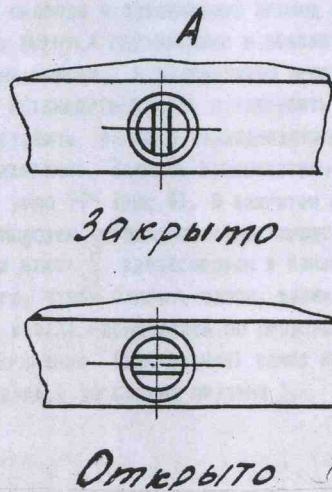

Рис. 4 Конструкция замка
4.1. Конструкция светильника состоит из следующих основных частей: основания 1 и панели 2. Панель крепится к основанию с помощью двух винтов. Панель одновременно является отражателем. Рассеиватель 3 из органического стекла окантован в рамку из уголка. Рассеиватель удерживается на основании с помощью двух петель 6 и двух замков 7. Замок состоит из следующих основных частей (рис.4): штифта 1, валика 2, пружины 3, скобы 4, прива-
6.1. Открыть рассеиватель, для чего отверткой повернуть валик 2 рис.4 в положение "открыто".
6.4. Вставить лампы в ламподержатели и проверить светильник на загорание. Закрыть рассеиватель светильника, повернув валик на угол 90° (рис.4). В закрытом состоянии замок паза валика расположен перпендикулярно продольной оси светильника (вид А) и штифт 1 зафиксирован в канавке скобы 4.